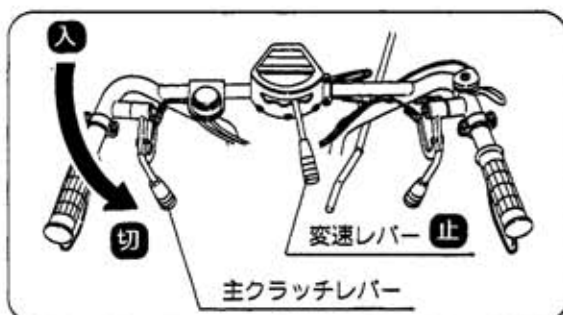

図35
- 5 変速レバーを低速に入れ、主クラッチレバーを [入] 位置にして発進します。周囲の安全を確認して徐々に運転者の能力にあった運転をしてください。決して最初から無理な運転はしないでください。(図35)